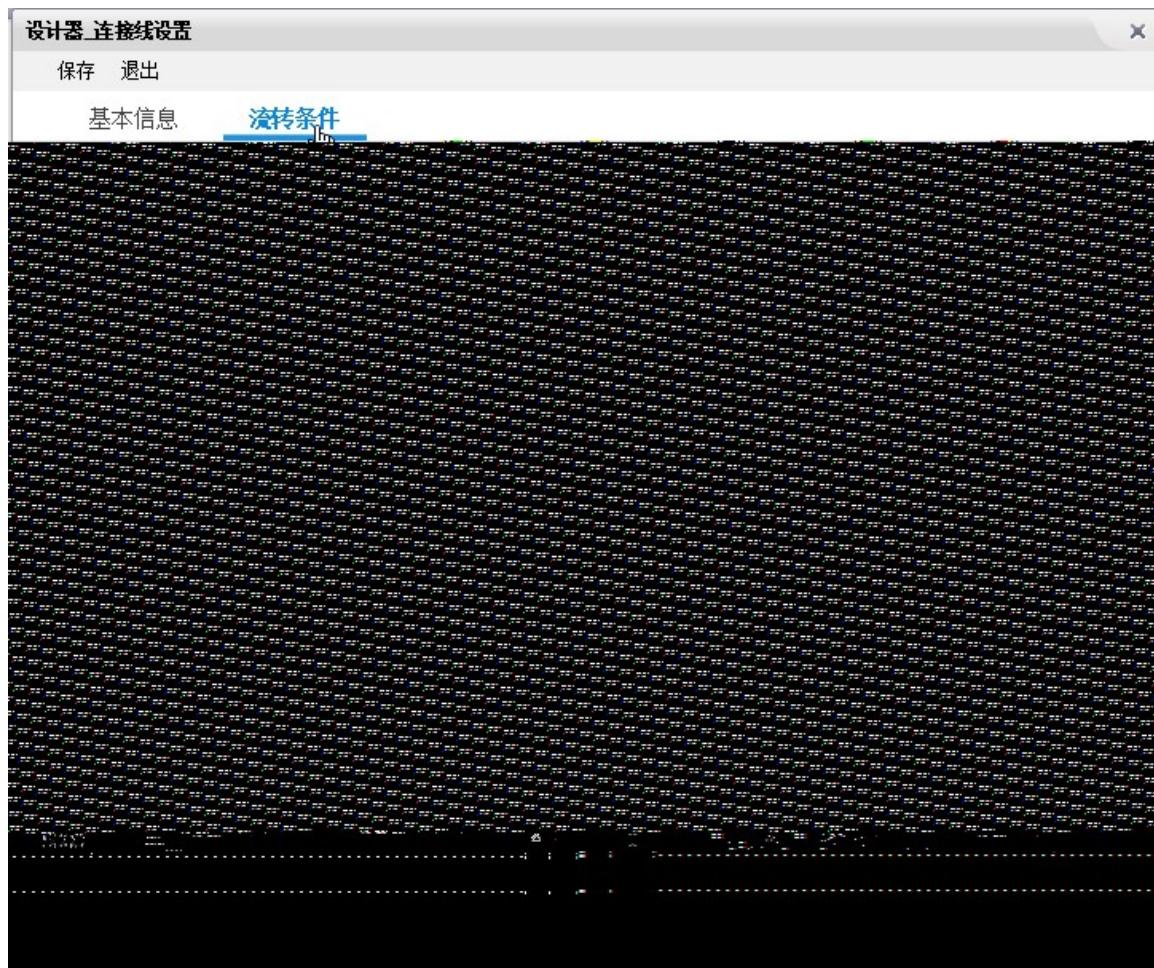

图 8-1-6 流转条件设置
4、因为需要在金额小于 5000 元时跳过“经理审批”节点，需要设置分支连线。则选择工具箱上面的“画线”，然后从“主管审批”直接连线至“业务复核”节点，如图 8-1-5 所示。并且设置连线条件，双击“主管审批”和“业务复核”节点间的联系，在弹出的界面的基础信息页签录入名称“金额小于 5000”，流转条件页签中的基本信息页签设置流转条件，字段选择单据头字段“订单总额”，比较符“小于”，值录入“5000”，如图 8-1-6 所示。同样，设置“主管审批”和“经理审批”之间的连线，设置流转条件，“订单总额”大于等于“5000”。点击审批流设计其的保存按钮，保存已经设计好的流程信息。